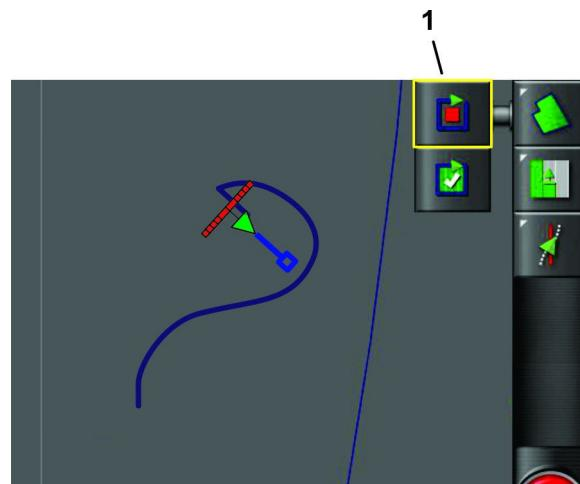

Figura 43
3. Allineate la macchina in posizione (Figura 43).
4. Premete l'icôna REGISTRA CONFINE DEL CAMPO per iniziare a registrare nuovamente, quindi continuate a guidare la macchina per definire il perimetro di confine (Figura 43).